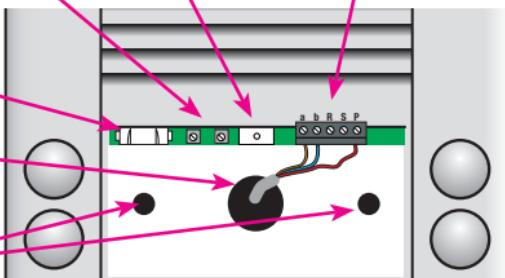

Fig. 2: aansluitklemmen en montagegaten zichtbaar maken
3. Schuif de naamplaat naar onder, zodat de aansluitklemmen zichtbaar worden (fig. 2).
Om de audiobuitenpost uit te breiden met meer bedrukknoppen, sluit je één of meerdere uitbreidingsmodules aan op de audiobuitenpost. Niko raadt aan om uitbreidingsmodules te nemen die even groot zijn als de audiobuitenpost (zie hoofdstuk 6). De uitbreidingsmodules sluit je aan op de audiobuitenpost door de verbindingenkabel van de uitbreidingsmodule aan te sluiten op de daarvoor voorziene stekker op de audiobuitenpost (fig. 2 en 3).
Het volume van de microfoon (aan de binnenpost) en de luidspreker (aan de audiobuitenpost) kan geregeld worden met de potentiometers op de printplaat van de audiobuitenpost (fig. 2 en 3). Draaien naar links vermindert het volume, draaien naar rechts verhoogt het volume.